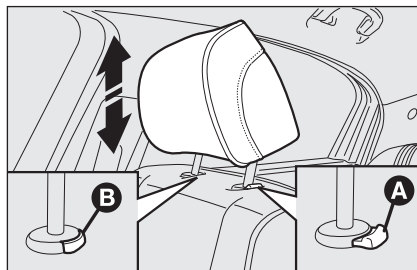

fig. 34
- ☐ premere i tasti **A** e **B**-fig. 34 (ubicati a lato dei due sostegni degli appoggiatesta) quindi rimuovere gli appoggiatesta sfilandoli verso l'alto.